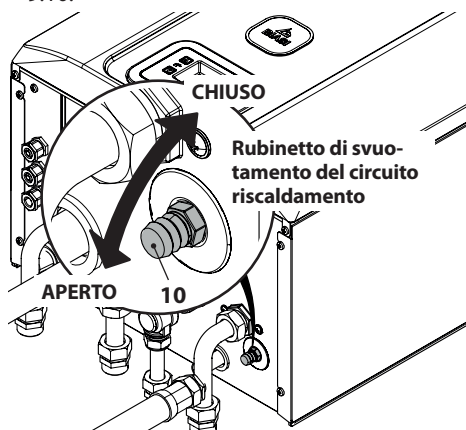

Figura 9.10
- Allentare il rubinetto di svuotamento del circuito riscaldamento 10 indicato in Figura 9.10.